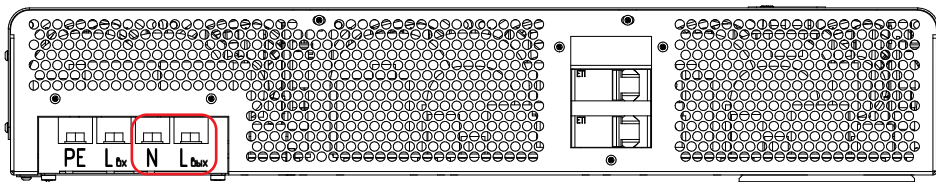

Рисунок 38. Стабилизатор Штиль IS12000. Выводы «N-Лвых»
- у моделей IS12000, IS15000 к выводам «N-Lвых» (**рисунок 38 и 39**).